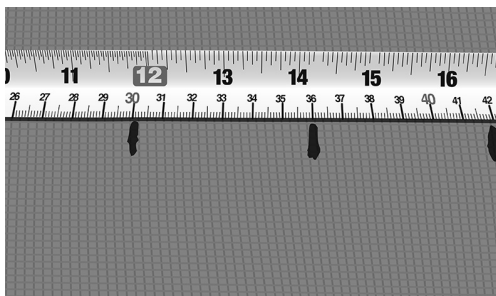

Fig. 3. Markér C-C-afstand på væg eller gulv
3. Markér den beregnede C-C-afstand på væggen, på armeringsnettet eller anden måde (fig. 3).